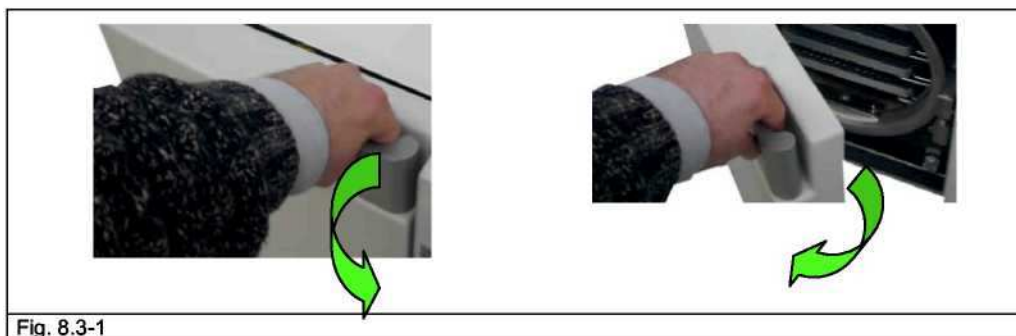

Fig. 8.3-1
1. Включите автоклав кнопкой **ПИТАНИЕ** (10 на Fig. 7.1-1) и откройте дверцу (Fig. 8.3-1).